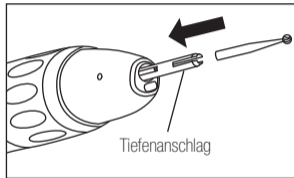

Abb. 3
- 2) Setzen Sie den mitgelieferten Tiefenanschlag in die Spannvorrichtung ein. (Abb.3)